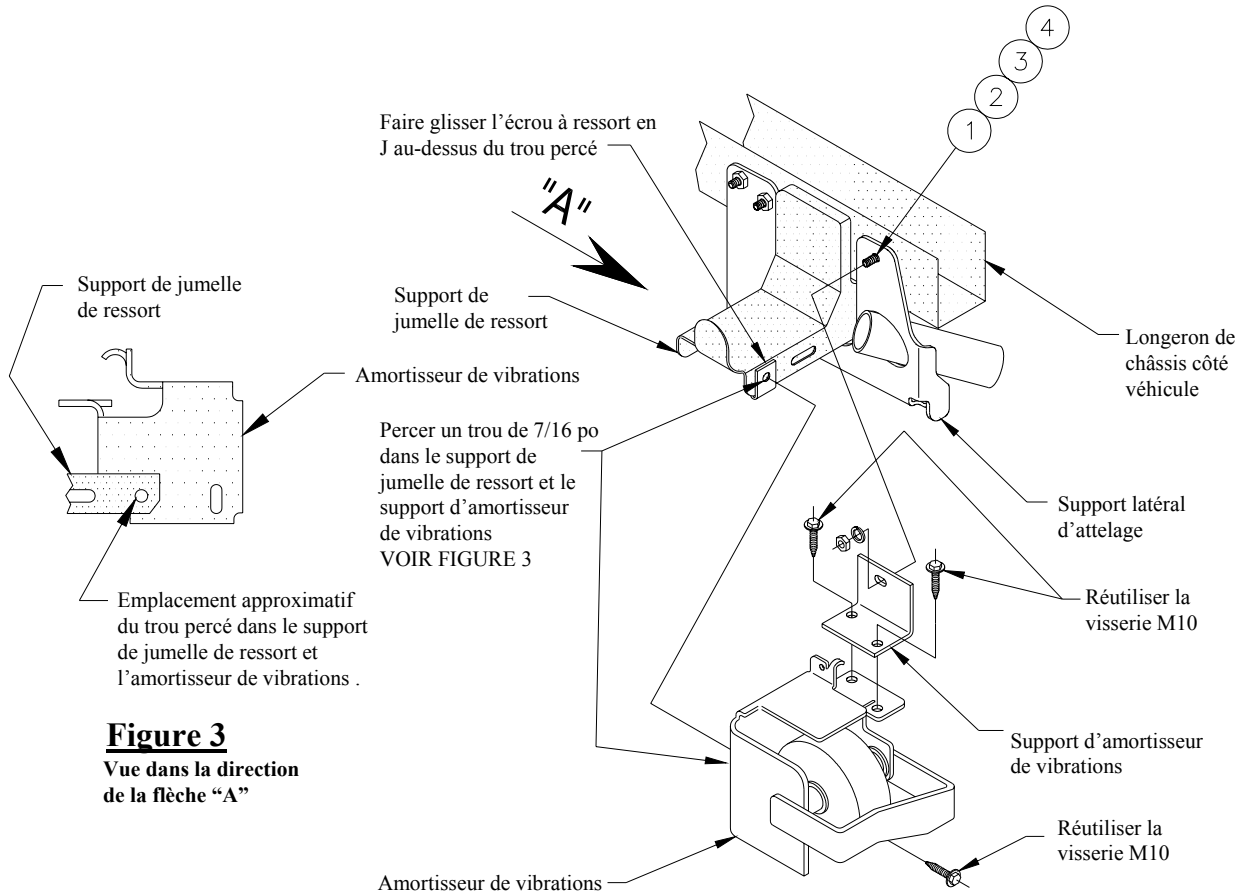

Figure 3
4. Percer un trou de 7/16 po dans le support de jumelle de ressort et la face connexe du support d'amortisseur, comme indiqué à la figure 3. Installer la visserie M10 existante, comme indiqué à la figure 2.